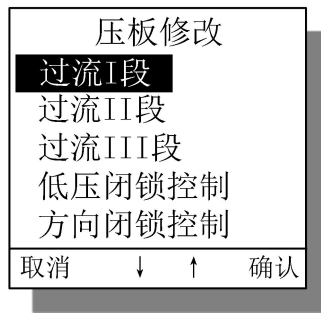

图 22 具体保护软压板界面
- 1) 选定具体保护软压板。在压板菜单界面后，操作方向键[**▲**]或[**▼**]将光标移压板修改条目上，按[**+**]键进入具体保护软压板界面。用户可操作[**▲**]、[**▼**]进行移动光标和翻页。具体保护软压板界面图见图22，图仅作参考，不同型号装置可能稍有差别。